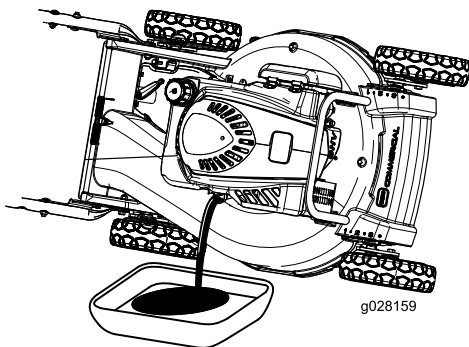

Figure 21
4. Inclinez la machine sur le côté (jauge en bas) pour vidanger l'huile usagée par le goulot de remplissage (Figure 21).